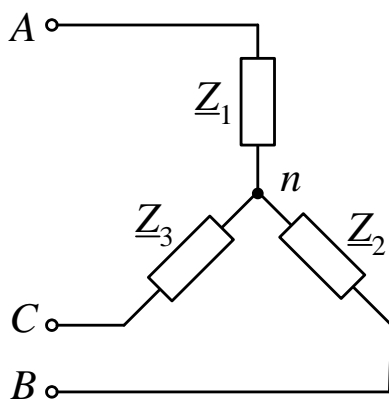

Рис. 4.1
**Задача 4.** Для электрических цепей, схемы которых изображены на рис. 4.1–4.3, по заданным параметрам трехфазной симметричной нагрузки  $Z_k = R_k \pm jX_k$  и линейному напряжению источника электрической энергии (табл. 4) рассчитать фазные и линейные токи, фазные напряжения, полную, активную и реактивную мощности симметричного трехфазного приемника. Определить фазные и линейные токи, ток в нейтральном проводе (для четырехпроводной схемы) и фазные напряжения приемников для одного из несимметричных режимов электрической цепи, указанных в примечании табл. 4. Построить векторную диаграмму токов и топографическую диаграмму напряжений для случая симметричного режима.